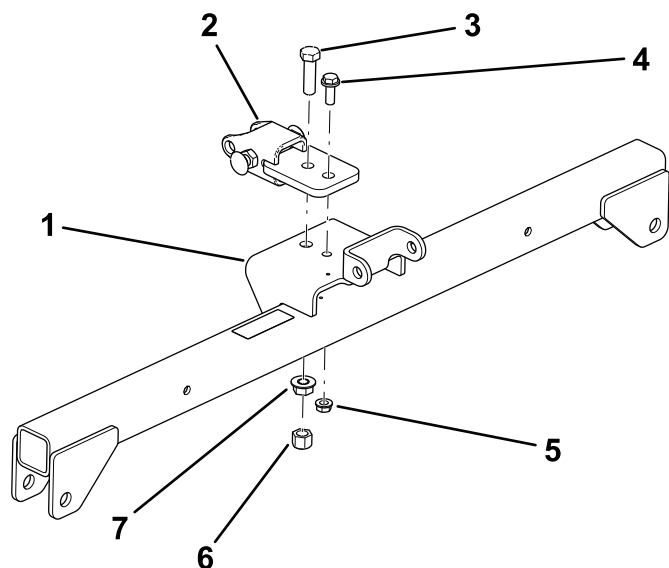

図 3
- ハンガーアセンブリ図3の前穴に、牽引バーを仮止めするボルト  $\frac{1}{2}$  x  $1\frac{3}{4}$ " 1本、フランジナット  $\frac{1}{2}$ " 1本、六角ナット  $\frac{1}{2}$ " 1個を使用する。